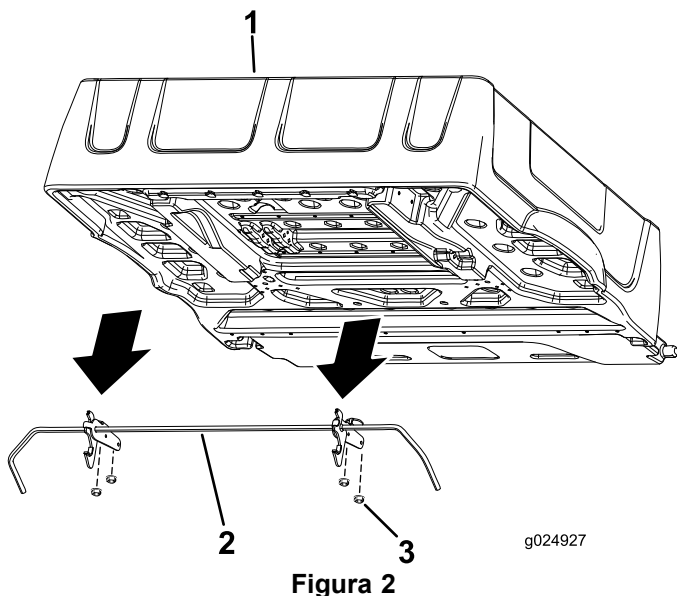

Figura 2
4. Retire las 4 tuercas con arandela prensada que sujetan los soportes de la varilla de cierre a la cara inferior de la plataforma (Figura 2).